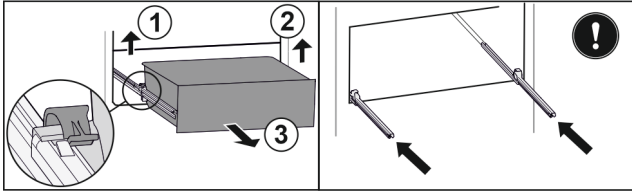

Fig. 177
- Soulever la bride gauche et tirer dans le même temps la partie gauche du tiroir vers l'avant. Fig. 177 (1)
- Soulever la bride droite et tirer dans le même temps la partie droite du tiroir vers l'avant. Fig. 177 (2)
- Retirer le tiroir par l'avant. Fig. 177 (3)